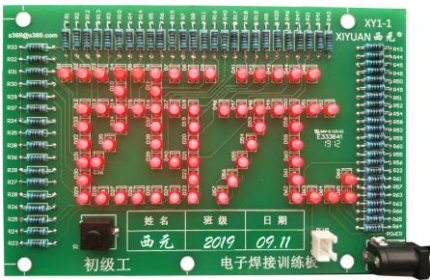
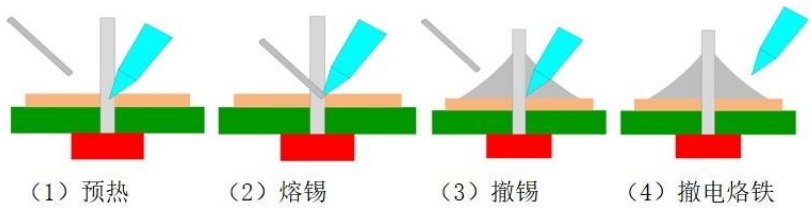

图 21 初级板产品实物照片
图 22 直插元器件焊接步骤
1) 初级板型号为 XY1-1，长 125mm，宽 83mm，如图 21 所示。初级板主要为直插元器件焊接训练，包括电阻焊接区和 LED 灯焊接区。电阻焊接区专门设计有 3 种间距的焊盘，分为较疏、一般、较密 3 种，逐渐提高焊接技能要求。LED 灯焊接区为“西元”字样，直观可视化显示焊接效果。初级板焊接主要掌握直插元器件整形、插件、焊接等技能，步骤如图 22 所示。